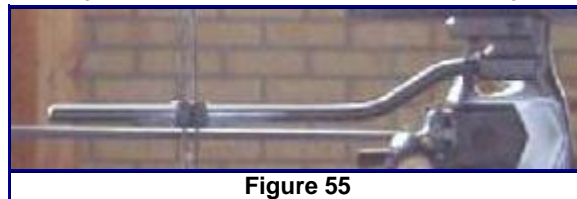

Figure 55
- Comme son nom l'indique, l'écarteur de câbles permet de **dégager** ces derniers du plan de la corde pour laisser passer sans la gêner, la flèche lors de la propulsion. (Figure 55)